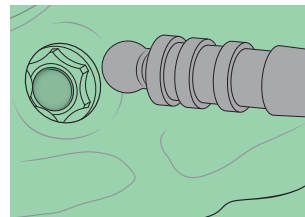

Fig. 7
8. (Fig. 7): Dopo che il materiale ha fatto presa (seguire le indicazioni del produttore!), estrarre il cucchiaio dalla bocca ed inserire l'analogo Dal-Ro sul moncone sferico impresso controllando che sia **correttamente posizionato**.